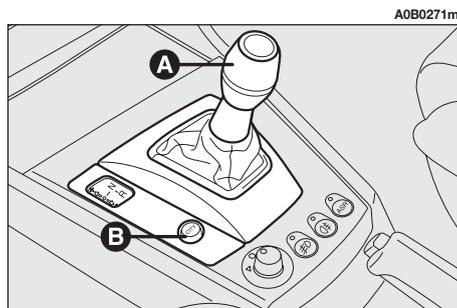
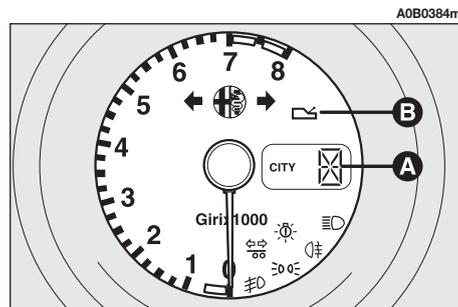

Abb. 124
Abb. 126
Der Gangwechsel erfolgt durch den schwimmend gelagerten Schalthebel (**A**, **Abb. 124**) mit "einer einzigen festen Mittelstellung". Durch Betätigung dieses Hebels können grössere/kleinere Gänge und/oder der Rückwärtsgang (**R**) oder der Leerlauf (**N**) eingelegt werden.
– Die zweite ist automatisch und wird als **CITY** definiert (in dieser durch die Taste **B-Abb. 124** ausgewählten Betriebsart erscheint der Schriftzug **CITY** im Display **Abb. 126**). In dieser Betriebsart entscheidet das System direkt, wann der Gangwechsel ausgeführt werden muss.
Die Anzeige des eingelegten Gangs (**Abb. 126**) erscheint immer unabhängig von der gewählten Betriebsart im Display.
Eine Kontrollleuchte (**B, Abb. 126**) für Fehleranzeigen macht den Fahrer zusammen mit und einem akustischen Signal auf Anomalien am System des Selespeed-Getriebes aufmerksam.
Bei Drehung des Schlüssels auf **MAR** leuchten alle Segmente des Gang-Displays (**A**, **Abb. 126**), die Warnlampe für Getriebestörung (**B**, **Abb. 126**) und es erscheint **CITY**. Nach ungefähr einer Sekunde zeigt das Display den eingelegten Gang (**N**, **1.**, **2.**, **3.**, **4.**, **5.**, **R**) an; ab diesem Moment akzeptiert das Selespeed-System Gangwechselbefehle.